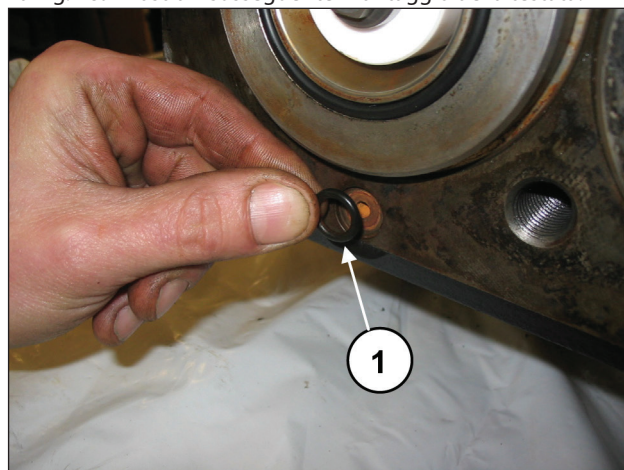

Fig. 188
Montare l'O-ring del foro di ricircolo (pos. ①, Fig. 188).